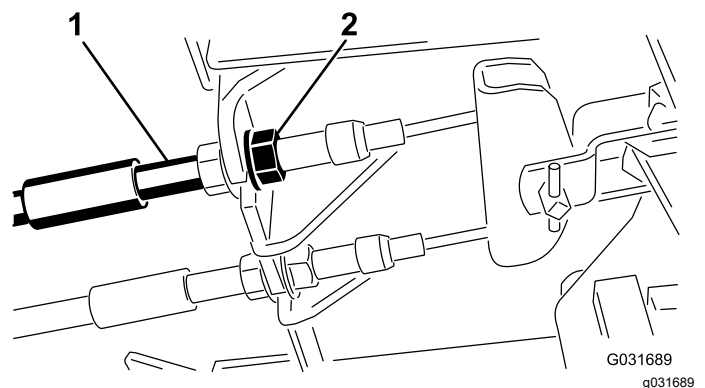

Рисунок 56
1. Чтобы уменьшить свободный ход тормозных педалей, затяните тормоза, ослабив переднюю гайку на резьбовом конце троса тормоза (Рисунок 56).